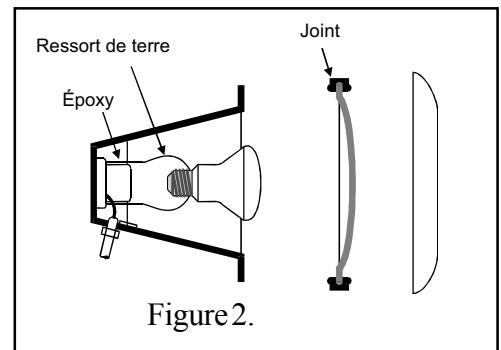

Figure 2.
4. Démontez l'appareil d'éclairage et retirez l'ampoule. Ôtez le vieux joint et s'en débarrassez, cf. Figure 2.